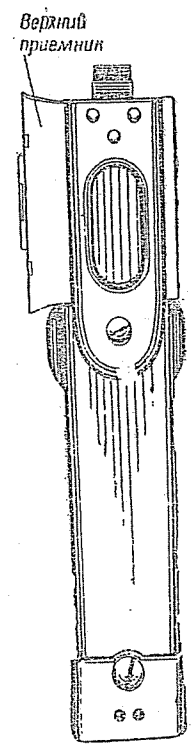

Рис. 50. Крышка для ленточного питания с барабаном
2. Если на коробе пулемета находится крышка с верхним приемником (рис. 50), а внутри коробки вставлен нижний приемник (рис. 51), — пулемет установлен на ленточное питание.